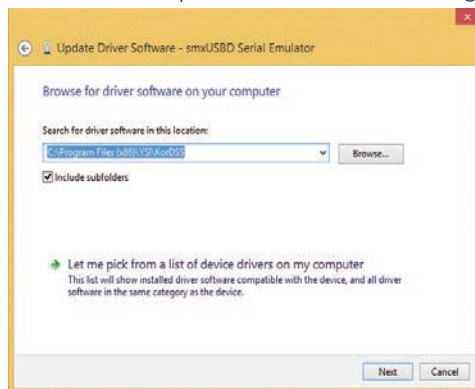

Figura 83 Ubicación del controlador en Windows 8/8.1
11. Haga clic en **Buscar**, luego navegue hasta la ubicación del archivo: **C:\Archivos de programa (x86)\YSI\KorDSS** para sistemas de 64 bit o **C:\Program Files\YSI\KorDSS** para sistemas de 32 bit (Figura 83). Haga clic en **Siguiente**.